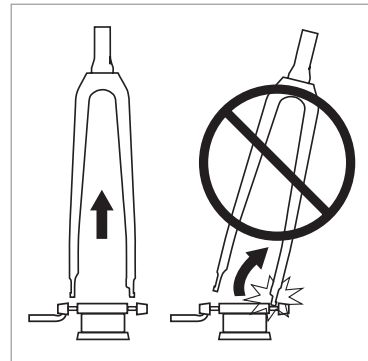

Abbildung 9
2. Um das Fahrrad herauszunehmen, heben Sie die Gabel gerade nach oben, damit die Ausfallenden sich gleichmäßig lösen. Wenn Sie das Fahrrad beim Herausnehmen aus dem Träger verkannten, können die Ausfallenden beschädigt werden (Abb. 9).